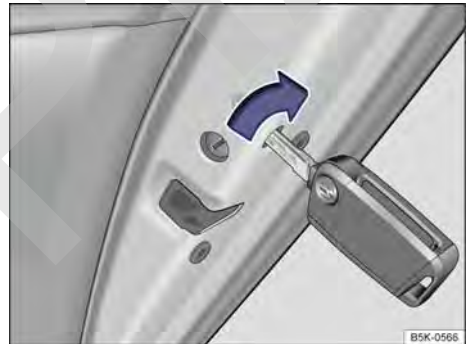

Fig. 60 Cierre de emergencia del vehículo con la llave del vehículo.
- Introducir la varilla de la llave en la ranura → fig. 60 y girarla.